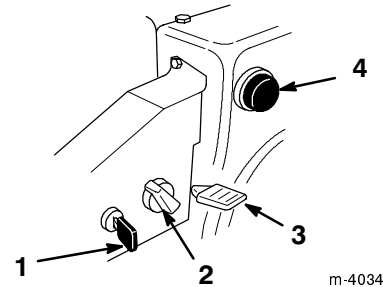

Bild 18
- **Zündschloss** (Bild 18)—Stecken Sie den Zündschlüssel ein, bevor Sie den Motor starten. Ziehen Sie den Zündschlüssel, um den Motor abzustellen.
- **Choke** (Bild 18)—Drehen Sie zum Anlassen eines kalten Motors den Choke im Uhrzeigersinn ganz auf *EIN*. Stellen Sie den Choke langsam im Gegenuhrzeigersinn auf *AUS* zurück, sobald der Motor warmgelaufen ist.
- **Gashebel** (Bild 18)—Bewegen Sie den Gashebel nach oben, um die Motordrehzahl zu erhöhen und nach unten, um die Drehzahl zu reduzieren. Bewegen Sie den Gashebel ganz nach unten, um den Motor abzustellen.
- **Sauger** (Bild 18)—Betätigen Sie den Sauger, um eine geringe Kraftstoffmenge in den Motor zu pumpen, damit er sich bei kaltem Wetter leichter starten lässt.
2. Ziehen Sie den Zündschlüssel (Bild 18).
3. Ziehen Sie den Choke-Knopf von der Choke-Stange ab (Bild 18).
4. Drehen Sie den Choke (Bild 18) auf *EIN*.
5. Stecken Sie den Zündschlüssel ein (Bild 18).
6. Decken Sie das Loch mitten auf dem Sauger (Bild 18) mit dem Daumen ab und drücken diesen drei Mal langsam ein.
9. Drehen Sie, sobald der Motor anspringt, den Choke (Bild 18) sofort in die 3/4-Position. Drehen Sie, wenn sich der Motor erwärmt, den Choke in die 1/2-Position. Drehen Sie, wenn der Motor warm gelaufen ist, den Choke auf AUS.
6. Schließen Sie den Kraftstoffhahn (Bild 18).